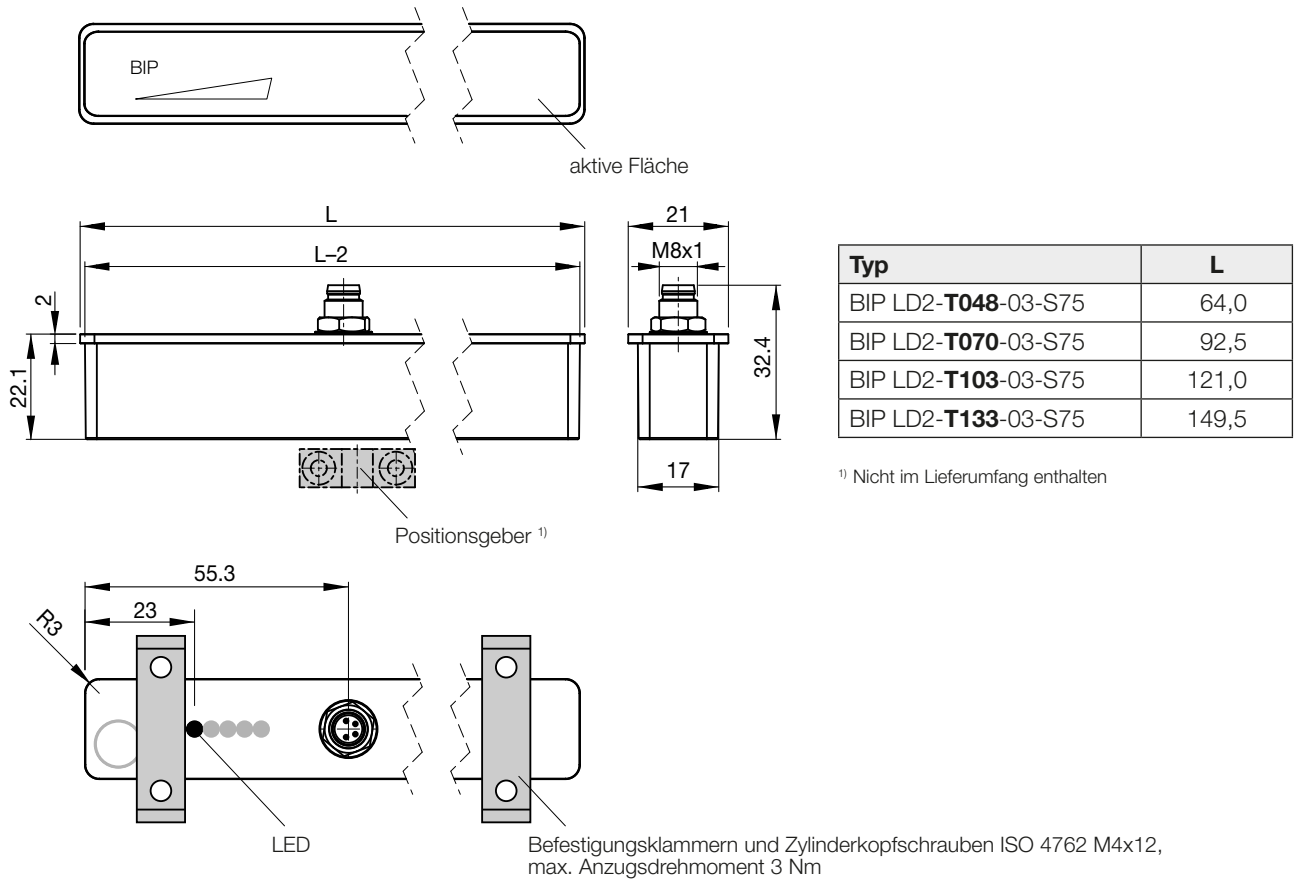

Bild 3-1: Aufbau
- Anzugsdrehmomente beachten, siehe Bild 3-1.